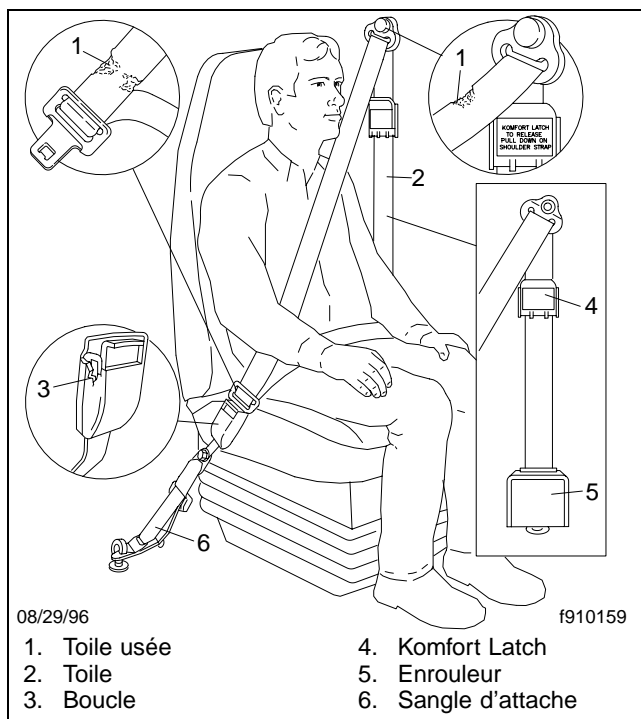

Fig. 11.12, Inspectez les ceintures de sécurité et les sangles d'attache.
22. Inspectez les ceintures de sécurité et les sangles d'attache (si le véhicule en est équipé). Consultez la **Fig. 11.12**.